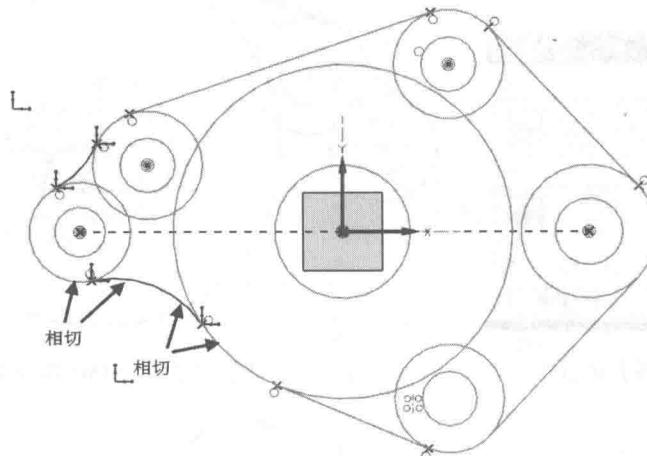

图 1-2-24 添加相切约束
(14) 添加几何约束。在【草图工具】工具条中选择 L (约束) 按钮, 如图 1-2-24 所示, 在草图中分别选择圆弧与圆, 草图左上角出现【约束】浮动工具条, 在其中选择 \odot , 约束其相切。